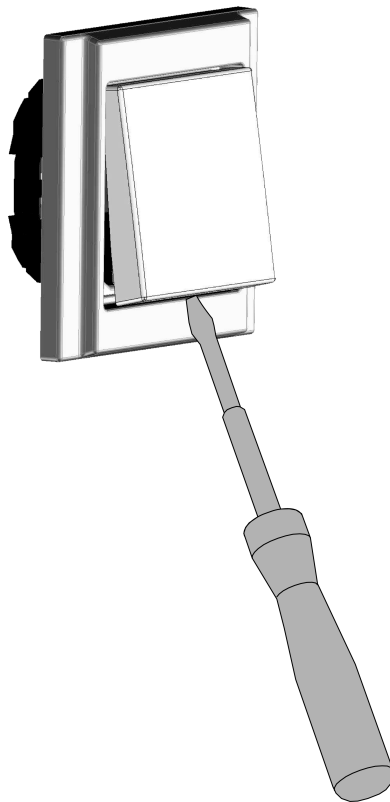

Bild 5: Abdeckung demontieren
- i** Abdeckung (4) und Design-Rahmen (2) nicht beschädigen.
- Schraubendreher in Aussparung an der Unterseite einsetzen (siehe Bild 5) und Abdeckung (4) vorsichtig abhebeln.
- Schraube (5) lösen.
- Elektronik-Aufsatz (3) vom Einsatz abziehen.
- Abdeckung (4) abnehmen (siehe Bild 5).